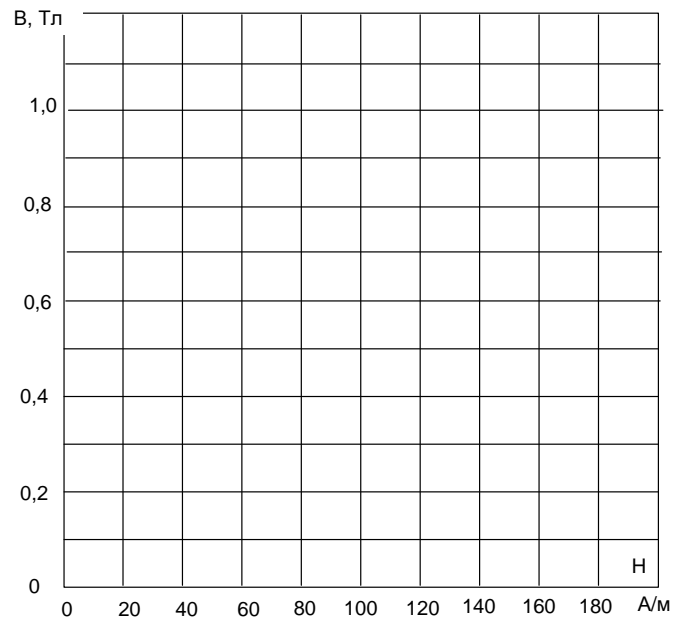

Рис. 5.3
- Рассчитайте соответствующие значения магнитной индукции, напряжённости магнитного поля и постройте график  $B(H)$  на рис. 5.3.